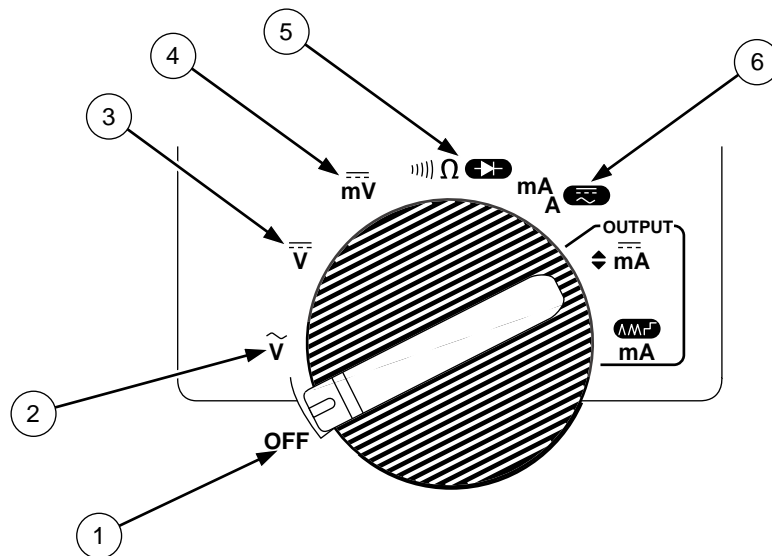

图 2. 测量时旋转开关的位置
- 图 2 和表 3 说明旋转开关在前面五个位置上电表的输入功能。